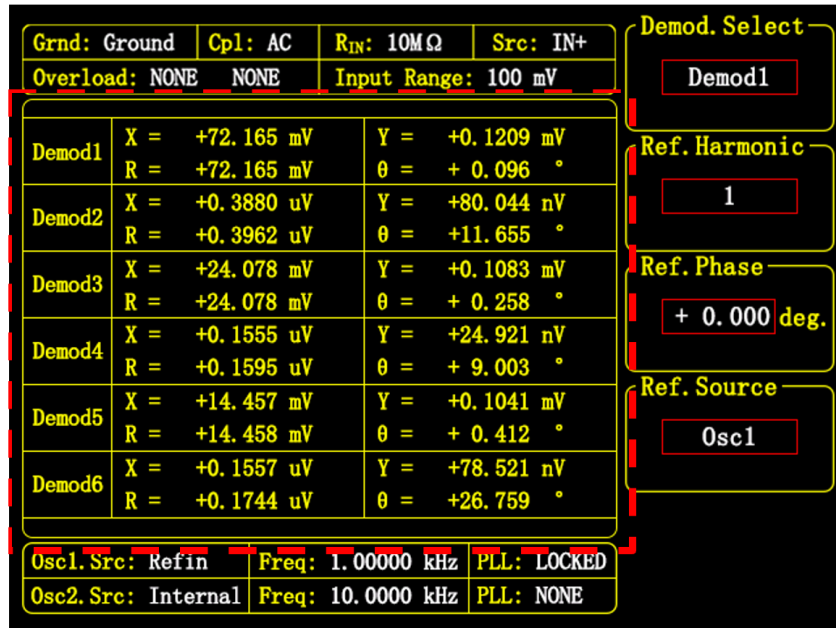

图 98. 方波的谐波测量结果
6. 然后在 [DISPLAY] 子菜单中，按下“软键 2”，把 <Display Mode> 设置为 <Full> 模式，如图98所示，显示所有基波和谐波的测量结果。
根据以上算法，即可将测量值与理论计算值进行对比。如图98的测量结果所示，测量值符合理论值。